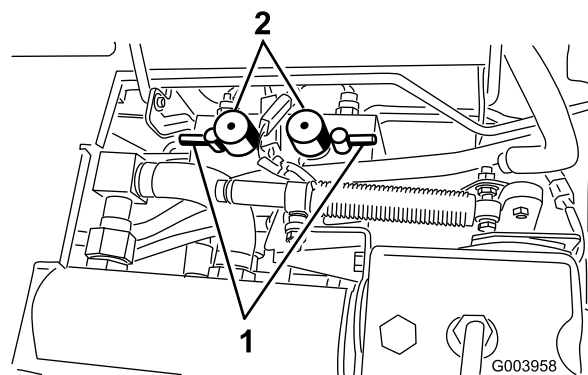

図 83
5. 両方のリール速度セクタを 1 にセットする (図 83)。